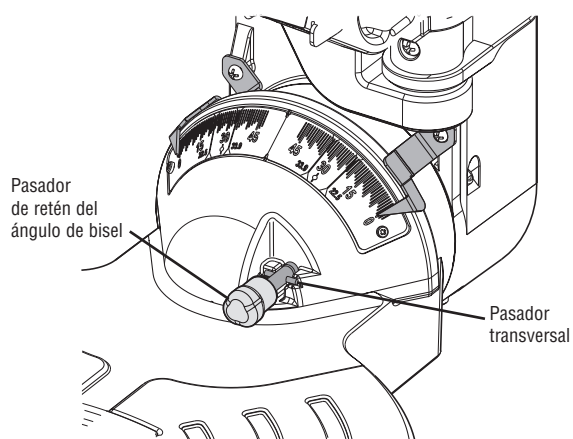

Figura 52. Pasador transversal desacoplado para el intervalo completo de cortes en bisel
- La sierra tiene un pasador de retén del ángulo de bisel que sólo se puede acoplar a 33.9° a la izquierda o a la derecha. Éste es el ángulo de bisel requerido cuando se corta moldura de corona con un “ángulo de resorte” de 38° plana sobre la mesa. **NOTA:** Si el pasador de retén de bisel se acopla automáticamente a 33.9° e impide la inclinación de la sierra a otro ángulo, simplemente jálalo hasta la parte delantera y rote su pasador transversal 1/4 de vuelta para que descance en la posición desacoplada. Si el pasador se está atorando en el interior, incline y oscile el cabezal de la sierra de un lado a otro mientras lo jala (vea la figura 52).